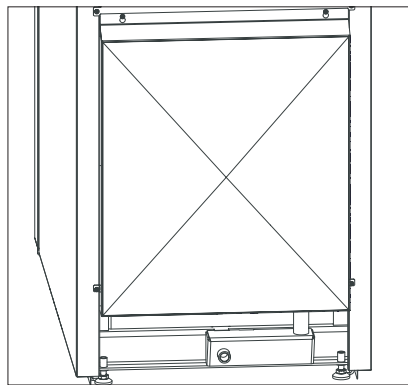

Fig. 71 Dévisser le panneau arrière inférieur
- ▶ Retirer le panneau arrière inférieur – Fig. 71.